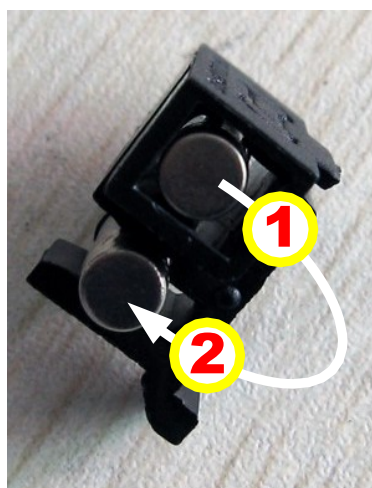

Fig. 7-2 Fusible
- 4 Prendre le fusible de rechange (marque 1, 3,15A/250V) et le replacer en position de travail (marque 2). Figure 7-2) ;